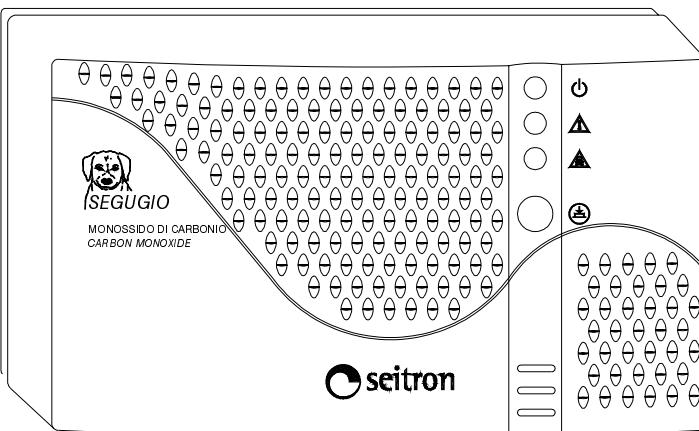

Fig.1: Aspetto esterno / Extern aspect / Aspect extérieur / Aspecto externo
El monóxido de carbono (CO) es un gas extremadamente tóxico y muy peligroso: siendo este incoloro e inodoro, es imperceptible para las personas si no a causa de las graves consecuencias que provoca aunque sean inhalaciones reducidas. El SEGUGIO (Fig. 1) es un dispositivo electrónico a microprocesador que responde a las necesidades de seguridad en todos los casos donde el uso de aparatos domésticos o industriales comporte riesgo, a causa de la mala combustión o de un funcionamiento irregular, de contaminación con CO. El dispositivo ha sido proyectado de modo de simular el comportamiento de acumulación del gas en el cuerpo humano. Cuando la concentración de CO supera 40 ppm, comienza el conteo del tiempo de intervención del detector; el tiempo de intervención es variable en base a la concentración, es decir a una alta concentración corresponde un breve tiempo de intervención, mientras a una baja concentración un tiempo mayor. El SEGUGIO entra en alarma con un tiempo muy por debajo del necesario evitando así que la concentración de CO acumulada sea dañosa para el cuerpo.
Il SEGUGIO (Fig. 1) è un dispositivo elettronico a microprocessore che risponde alla necessità di sicurezza in tutti quei casi dove l'uso di apparecchiature domestiche o industriali comporti il rischio, a causa di una cattiva combustione o di un funzionamento irregolare, di inquinamento da CO. Il dispositivo è stato progettato in modo da simulare il comportamento di accumulo del gas nel corpo umano. Quando la concentrazione di CO supera i 40 ppm, inizia il conteggio del tempo di intervento del rivelatore; il tempo di intervento è variabile in base alla concentrazione, cioè ad un'alta concentrazione corrisponde un breve tempo di intervento, mentre ad una bassa concentrazione un tempo maggiore. Il SEGUGIO entra in allarme con un tempo molto al di sotto di quello necessario perché la concentrazione di CO accumulata diventi dannosa per il corpo umano.